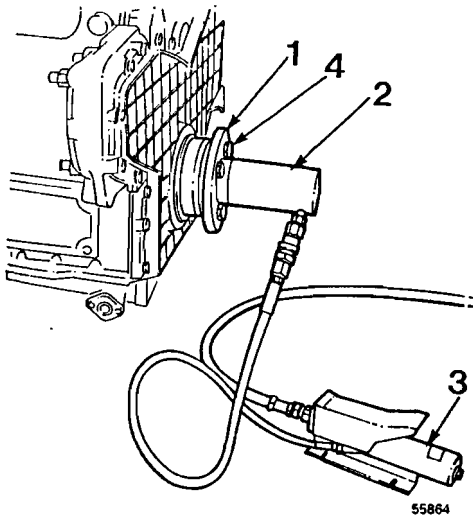

Fig. 164
- 4 Montar las herramientas en el cubo, utilizar los tornillos existentes. Véase la fig. 164.